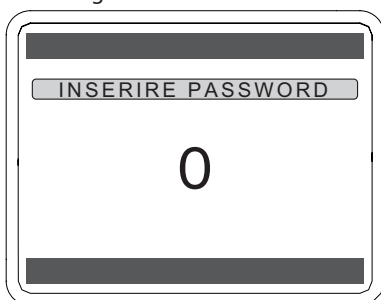

Figura 7.19
- Premere contemporaneamente per 5 secondi i tasti (↻) e (✓) per entrare in programmazione Figura 7.19.